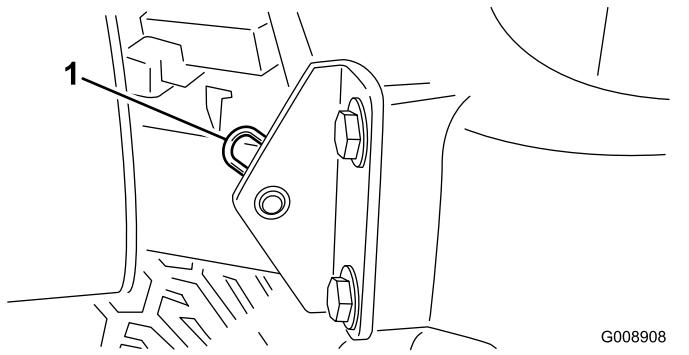

Figura 39
2. Togliete la coppia che fissa il perno del cofano alle staffe di montaggio (Figura 39).